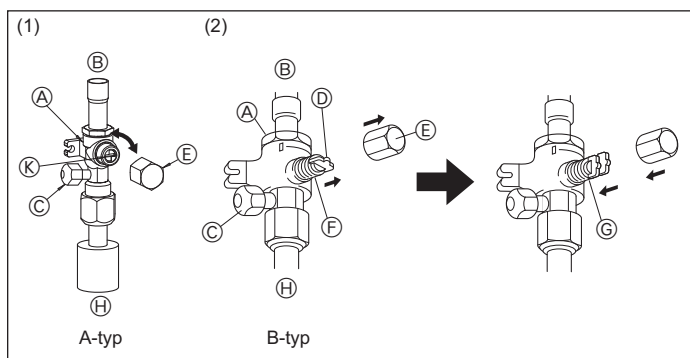

Fig. 5-9
(1) A-typ (Fig. 5-9)
(2) B-typ (Fig. 5-9)